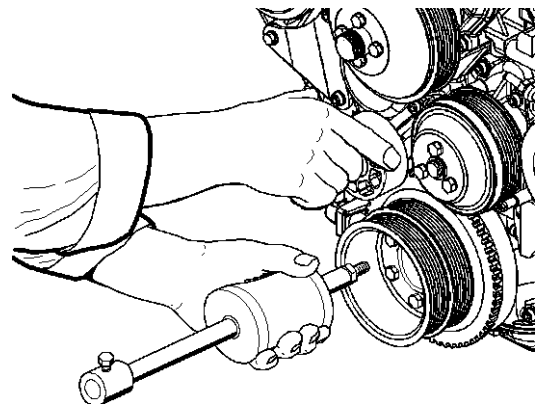

Рис. 4.30. Снятие шкива коленчатого вала
- отверните храповик 17 и снимите шкив 14 коленчатого вала в сборе со ступицей при помощи приспособления, как показано на рис. 4.30;